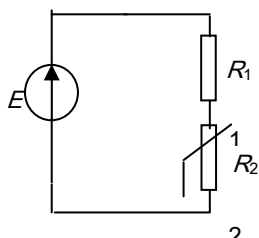

Рис. 6.4
- а) результирующей ВАХ последовательной цепи, показанной на рис. 6.4;